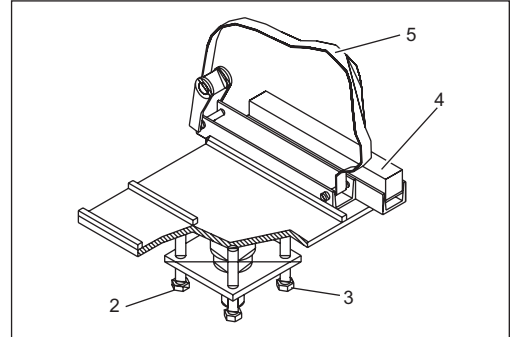

Рис. 6:
- ослабьте винтовые зажимы (Рис.6/4) ползунков
- Диагонально изменяйте наклон последовательно: сначала отпустите болт (Рис.6/2) и затем отрегулируйте болт (Рис.6/3) и т.д.